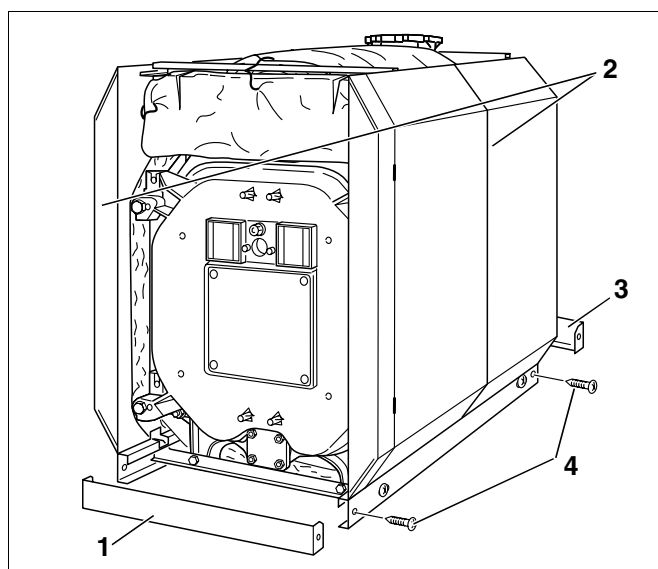

Fig. 51 Montering af sokkelskinner
- Når sidekapperne (fig. 51, **pos. 2**) er justeret i det lodrette plan, kan du spænde sokkelskinnernes pladeskruer (fig. 51, **pos. 4**) fast.
- Skub de tværgående sokkelskinner (fig. 51, **pos. 1** og **3**) ind forfra og bagfra i de langsgående sokkelskinner. Afkantningen på tværpladen skal vende nedad og ind mod kedlen (fig. 51).